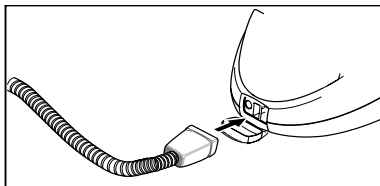

Рисунок 2
- Надежно установите штекер подачи пара (С6) в разъем прибора (А1). При этом фиксаторы штекера подачи пара должны зафиксироваться на крышке разъема прибора (см. рисунок 2).